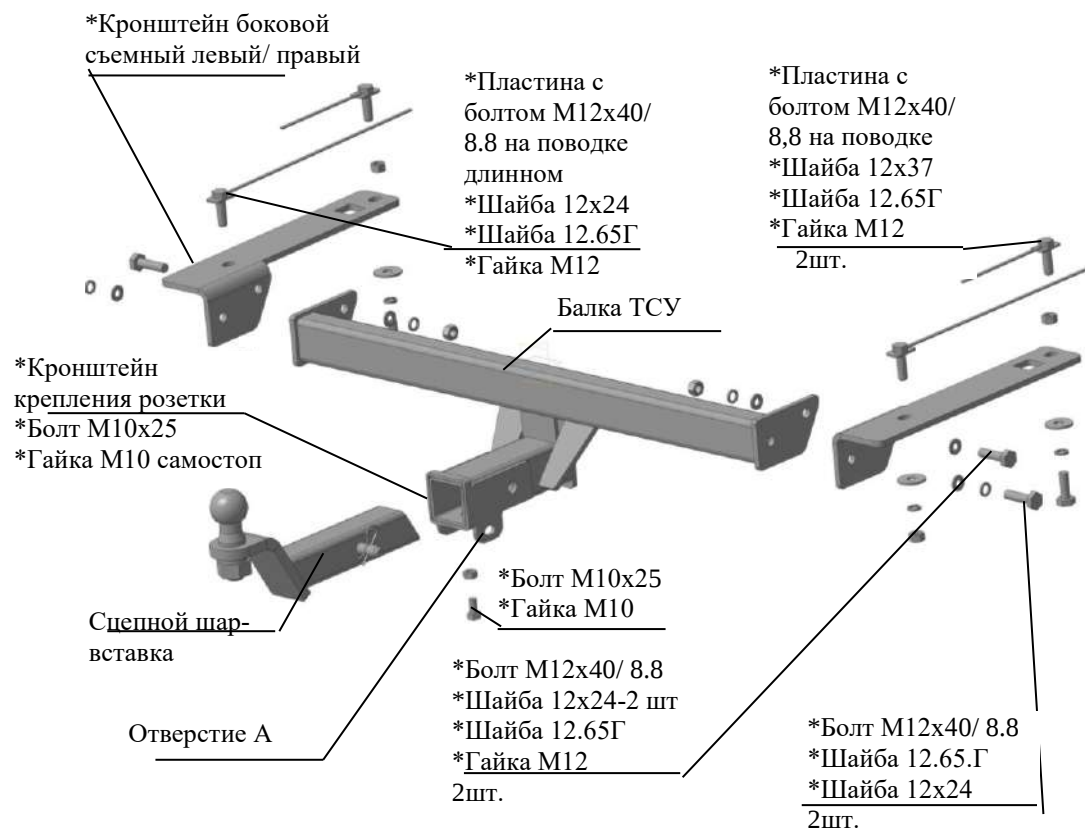

Рис.1 Тягово-цепное устройство 8222
4.1 Вставить болты на поводке в квадратное отверстие левого съемного кронштейна, загнув поводок. Установить кронштейн к нижней полке левого лонжерона, вставив болты на поводке в левый лонжерон к соответствующим отверстиям, закрепить гайками М12, установив между гайками и боковым кронштейном шайбы 12.65Г и шайбы 12х24/ 37 , соответственно рис.1. Крепеж не затягивать.
4.3 Закрепить балку ТСУ к боковым съемным кронштейнам крепежом соответственно рис.1, предварительно подрезав центральный нижний выступ бампера по месту. Крепеж не затягивать.
4.6 Вставить сцепной шар- вставку в трубу 60х60, предварительно затянув крепеж сцепного шара. Закрепить пальцем и шплинтом. Установить кронштейн крепления розетки (на рис.1 условно не показан) к отверстию, симметричному отверстию "А" и закрепить, как показано на рис.1. Наживить гайку М10 на болт М10х25, установить болт в приварную гайку в нижней поверхности трубы. Произвести затяжку крепежа, предварительно смазав резьбу любой консистентной смазкой.
2.1 ТСУ 8222 в сборе (рис.1)	1 шт.
2.2 Пакет с комплектующими (см. рис.1)	1 шт.